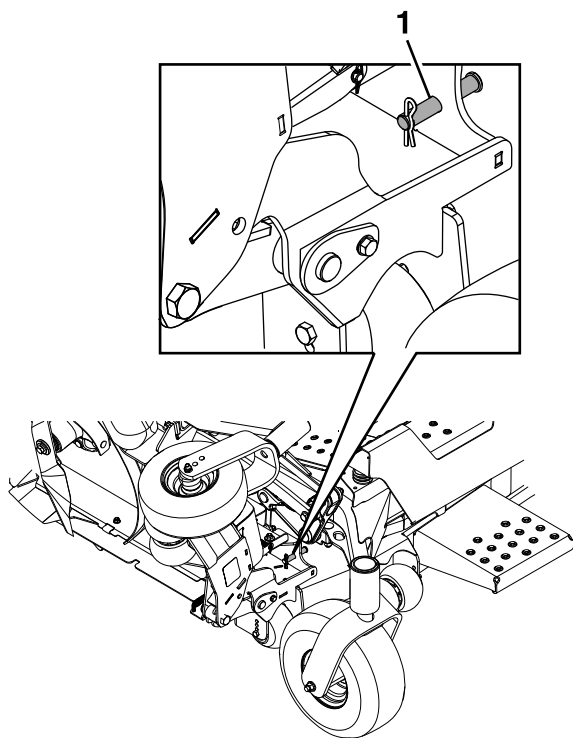

Рисунок 18
- Удалите шплинтуемый штифт и шплинт, которые крепят каждое крыло в вертикальном положении, и поместите их в положение для хранения (Рисунок 18).